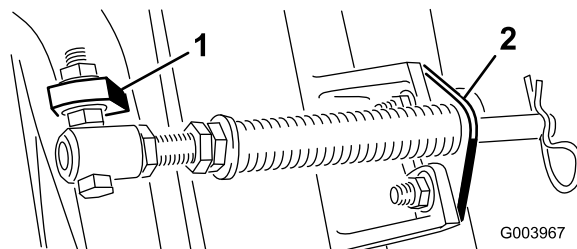

Figura 6
Nota: Posicione a cabeça do parafuso para o lado exterior do separador como se mostra em Figura 6.
- D. Monte o suporte da barra nos separadores da unidade de corte com os parafusos e porcas da carroçaria (Figura 6).